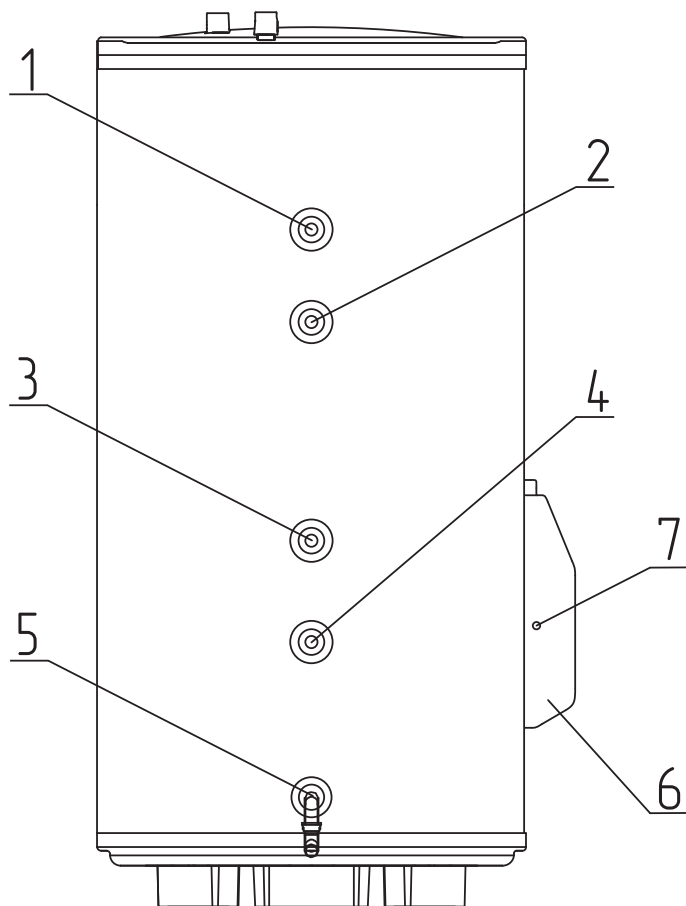
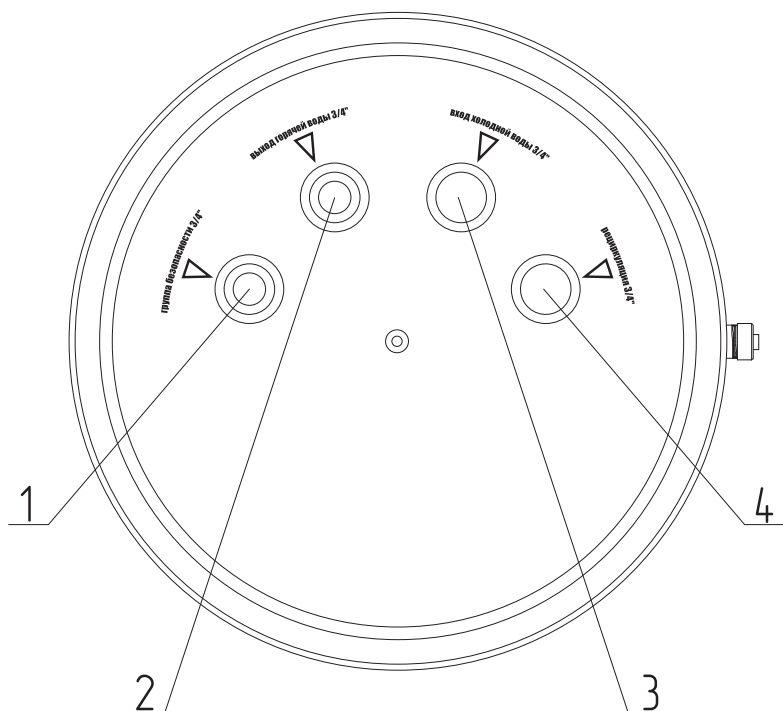
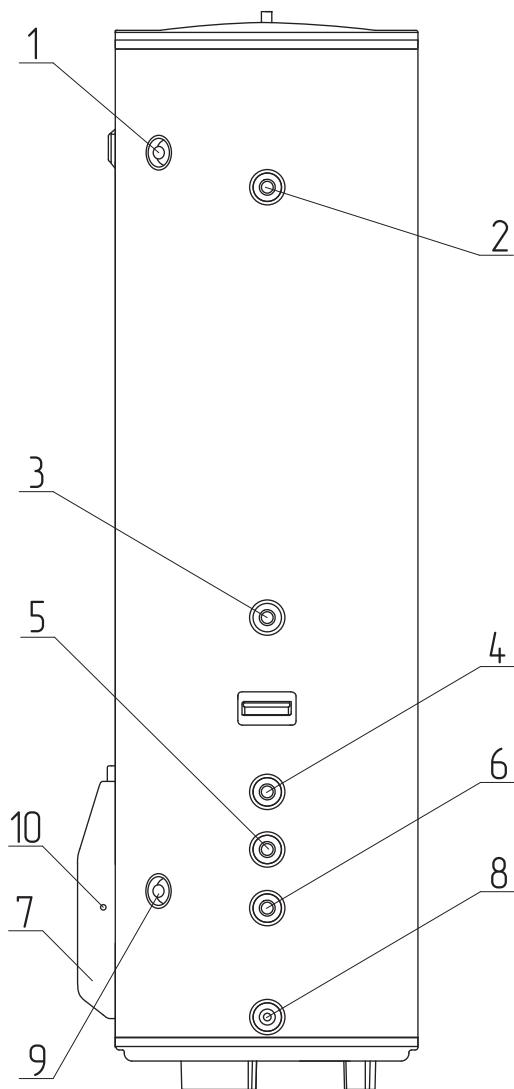
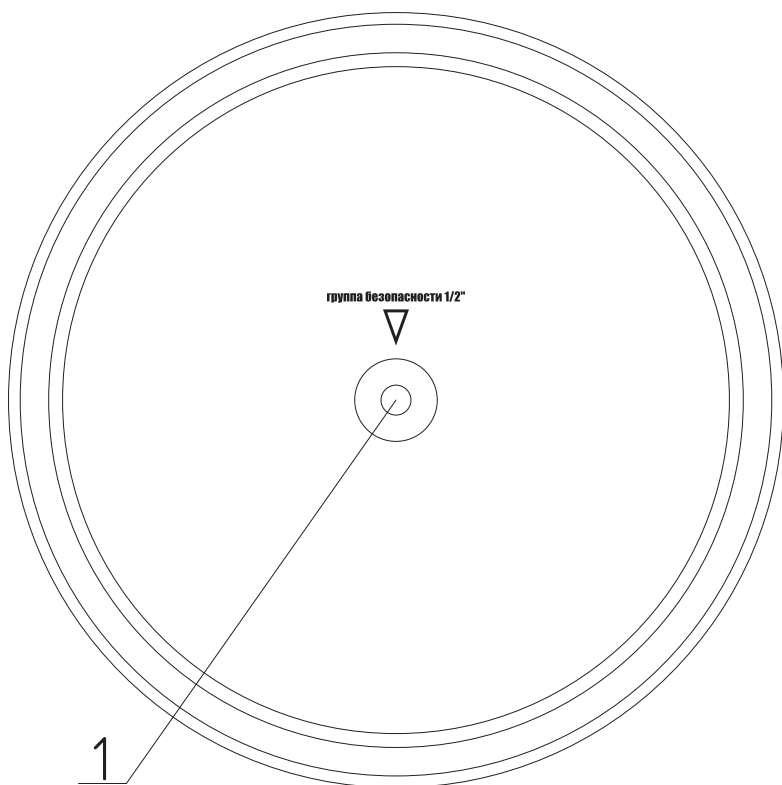

Рис. 1 Устройство водонагревателя ZOTA TUNA 150-200
Рис. 2 Устройство водонагревателя ZOTA TUNA 150-200 (вид сверху)
Рис. 3 Устройство водонагревателя ZOTA TUNA 300
Рис. 4 Устройство водонагревателя ZOTA TUNA 300 (вид сверху)
- Группу безопасности, с настройкой предохранительного клапана 6 бар, необходимо устанавливать на верхней крышке водонагревателя в резьбовой патрубке, специально предназначенный для этого (**Рис. 2, поз. 1;** **Рис. 4, поз. 1**). На отверстие предохранительного клапана, предназначенное для сброса давления и слива воды, должна быть установлена сливная трубка, выведенная в дренаж, для удаления воды.
4. На входной патрубок (**Рис. 2, поз. 3, Рис. 3, поз. 9**) накрутите предохранительный клапан так, чтобы течение воды совпадало с направлением стрелки на корпусе клапана. Во время работы водонагревателя вода может просачиваться из выпускной трубы предохранительного клапана для сброса излишнего давления, что происходит в целях безопасности водонагревателя. Эта выпускная труба должна оставаться открытой для атмосферы и должна быть установлена постоянно вниз и в незамерзающей окружающей среде.
6. К выходному патрубку водонагревателя (**Рис. 2, поз. 2, Рис. 3, поз. 1**) подключите магистраль горячего водоснабжения, идущую к потребителям.
7. Установите группу безопасности на предназначенный для этого патрубок, находящийся в верхней части водонагревателя (**Рис. 2, поз. 1, Рис. 4, поз. 1**).
Для непосредственного слива воды из внутреннего бака на водонагревателе предусмотрен сливной патрубок (**Рис. 1, поз. 5, Рис. 3, поз. 8**).